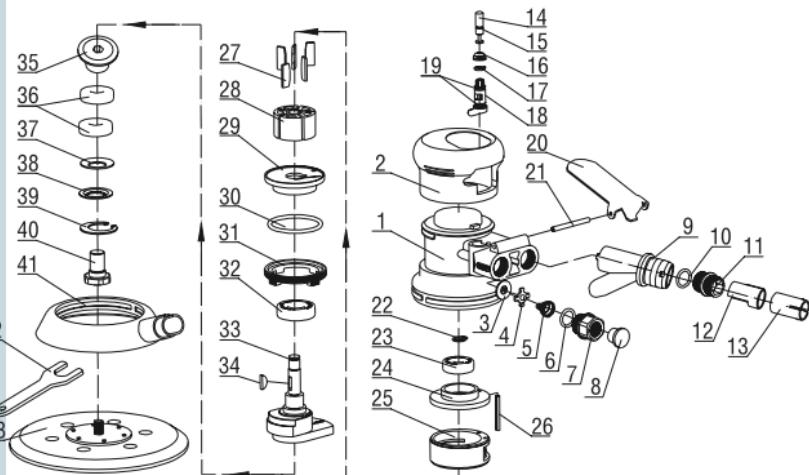
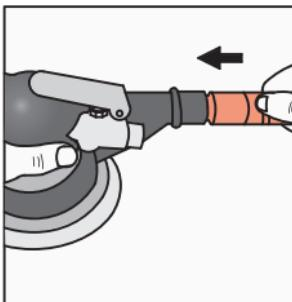

Рисунок 1. Деталировка
Рисунок 4. Подключение вытяжки.
- Затяните держатель подшипника вручную в направлении по часовой стрелке, если смотреть на шлифовальный диск (поз. 43 рис. 1) сверху, удерживая диск и поворачивая ключ в его плоскости, как показано на рисунке 3.
- Подключите патрубок выходной (поз. 12 рис. 1) к системе вытяжки. Проверьте герметичность соединения (рис. 4).